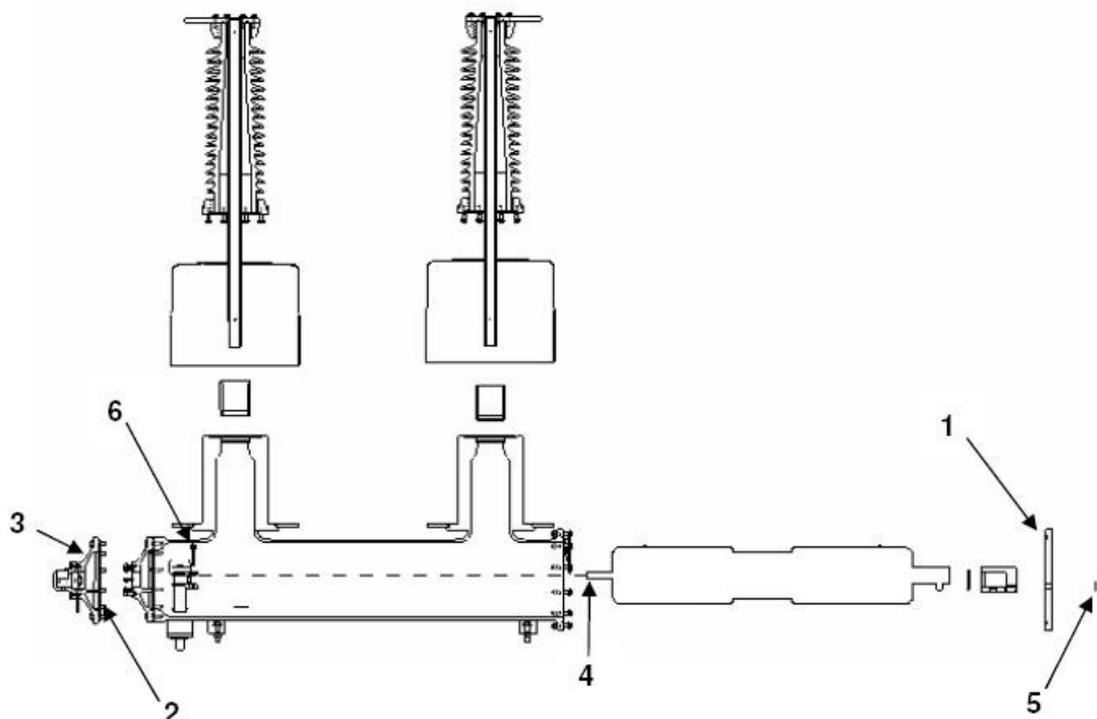

Figura 1: Instalação e Remoção do Interruptor
(Vide Figura 1; os números entre () referem-se aos itens da Figura).
(Vide Figura 1)
- Acoplar novamente a haste de acionamento isolante (4) à alavanca interna do eixo de acionamento, recolocando o pino de acoplamento (6). (Os números entre () referem-se aos números dos itens na Figura 1).
- Fechar a tampa final (1) e reinstalar os parafusos (5).
- Substituir o filtro de adsorção (dessecante) (2).
- Fechar a tampa final do DAP (3).